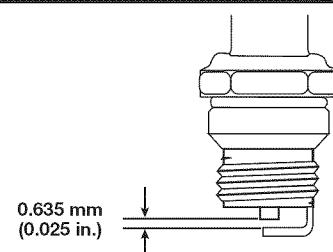

Fig. 30
4. Cambie las bujías que estén rajadas, sucias o deterioradas. Fije la separación de aire a **0,635 mm (0,025 pulgadas)** utilizando un calibrador (Fig. 30).